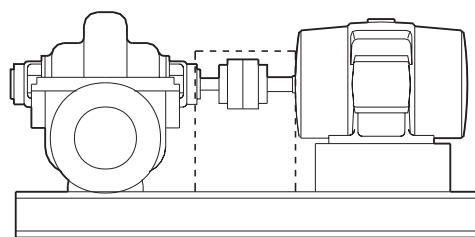

Рис. 4 Насос с электродвигателем и рамой-основанием.
1. Насос с электродвигателем и рамой-основанием (см. рис. 4).